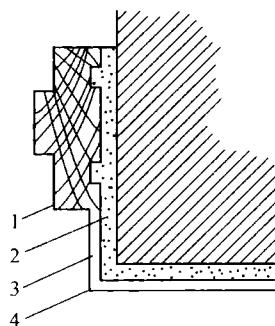

图1-2 护角
(3) 做护角处理。室内墙面、柱面的阳角和门洞口的阳角，如设计对护角规定时，一般可用1:2水泥砂浆抹护角，护角高度不应低于2 m，每侧宽度不小于50 mm，如图1-2所示。